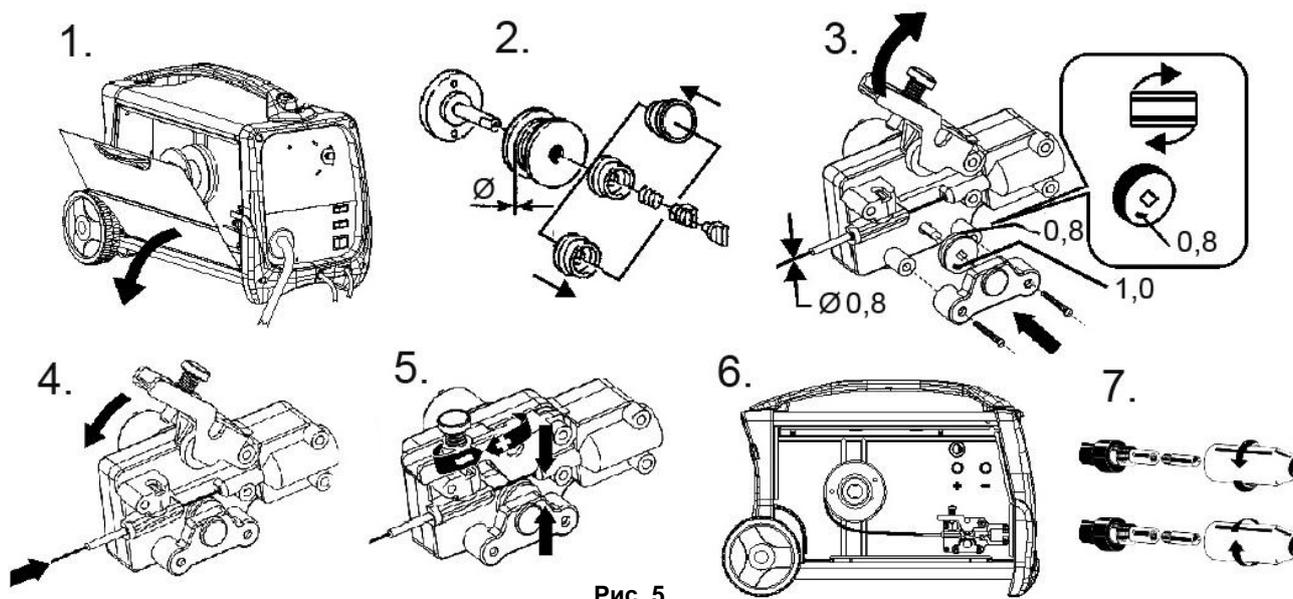

Рис. 5
- Открутите сопло со сварочной горелки (См. п.7 Рис.5), снимите медный наконечник (токосъемник).